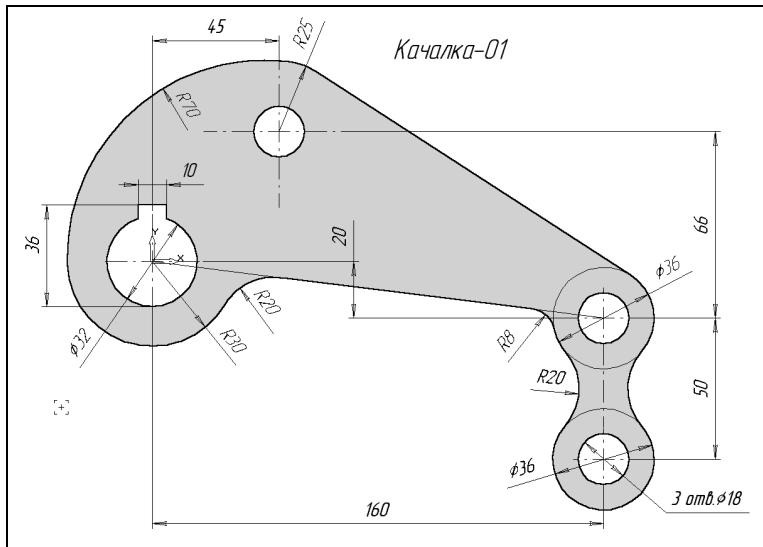

Рис. 2
- 60 примеров построения контуров типовых технических деталей. Например, на рис. 2 показан чертеж детали Качалка-01, демонстрирующий построение сопряжений геометрических элементов дугами заданного радиуса.